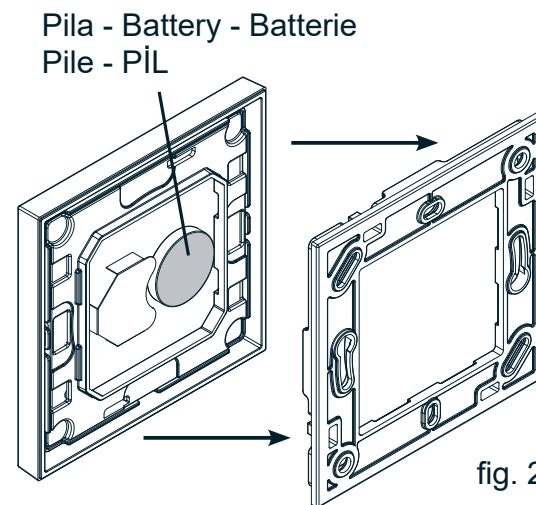

fig. 2
2.0 ALIMENTATION - L'émetteur GIRO Wall fonctionne avec une pile au lithium 3V CR2430 (fig.2). Pendant la programmation, si la pile est chargée, la led blanche reste allumée; si la pile est presque déchargée, la led blanche clignote. Remplacez la en